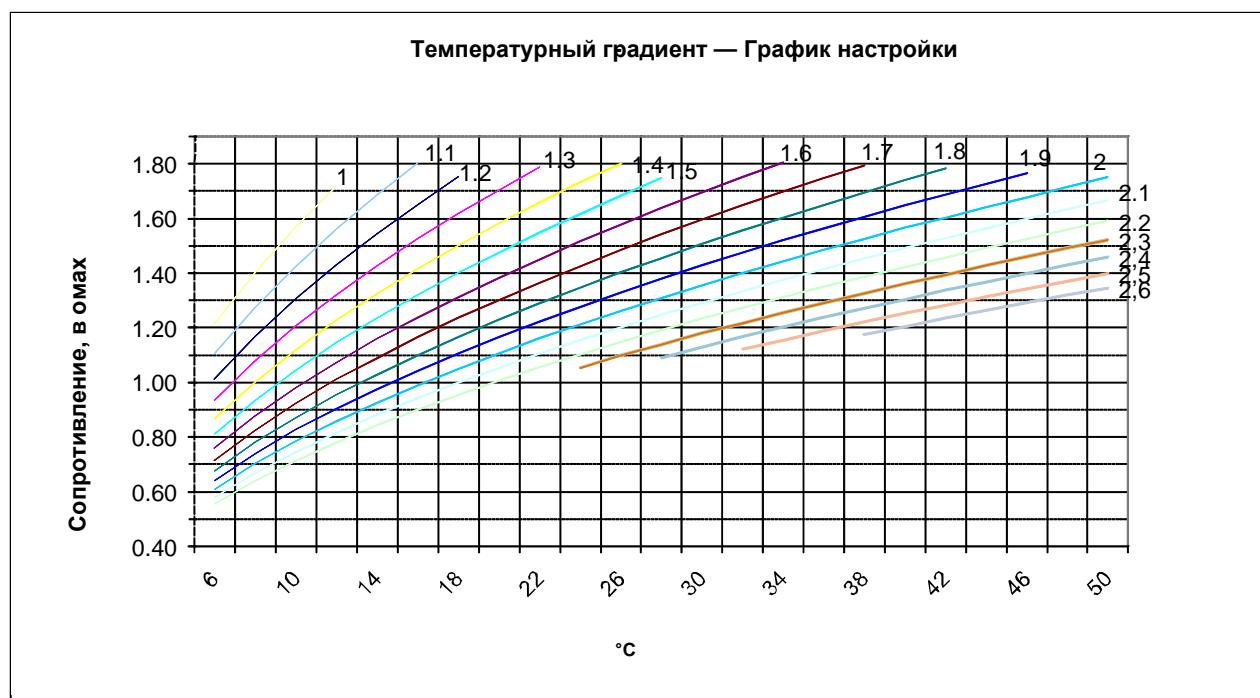

Рисунок 3 — График температурного градиента
3. С помощью графика на Рис. 3 при известных силе тока ТТ и градиенте определите требуемое сопротивление в омах. Запишите это значение.
Опция AKM 345 TD50 (5 А) обеспечивает подачу тока имитации температуры обмотки до 5 А без прокладки дополнительных соединений, которые необходимы при использовании внешнего согласующего блока. Предусмотрена возможность использования до 4 переключателей. В опции 5 А используется внутренний ТТ, принимающий ток 5 А на первичной обмотке и выдающий 2,2 А на вторичной обмотке. Ток вторичной обмотки соответствует стандартному согласующему сопротивлению TD50 и нагревателю. Расчеты повышения температуры представлены на Рис. 3.